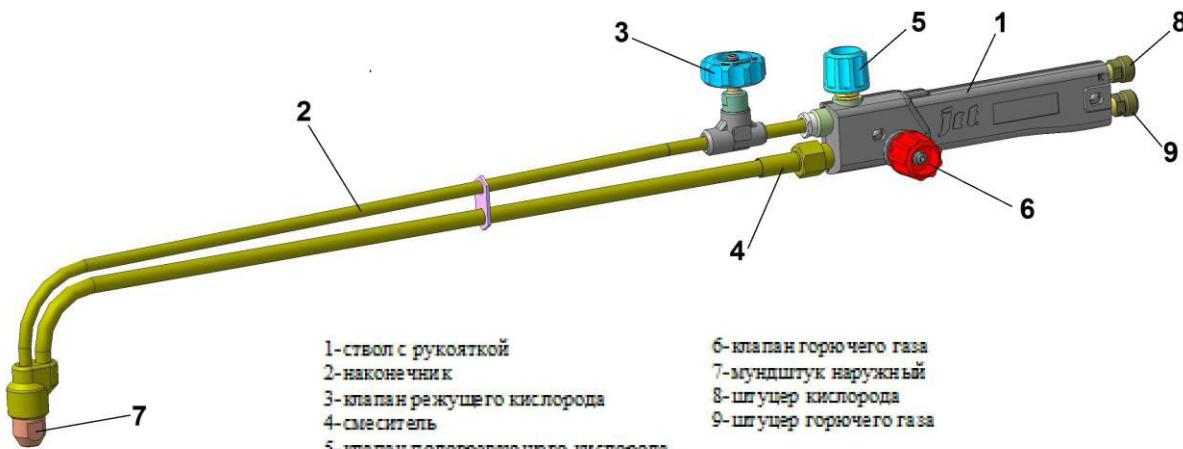

Рис. 1 Резак РЗПу(800) ДЖЕТ 505 10 00 00 в сборе.
4.1 Резак (см. Рис.1, 2) состоит из ствола 1 и наконечника 2. Наконечники имеют изгиб 90 гр. На стволе имеются рукоятка, штуцер кислорода 8, штуцер горючего газа 9, клапан подогревающего кислорода 5, и клапан горючего газа 6. На наконечнике имеются клапан режущего кислорода 3, смеситель 4, мундштук внутренний 10 и наружный 7.